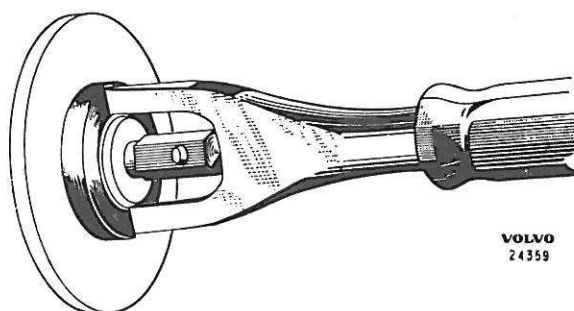

Figure 108. Démontage du commutateur
3. Le démontage du commutateur se fait en enlevant l'écrou avec un outil approprié, figure 108.